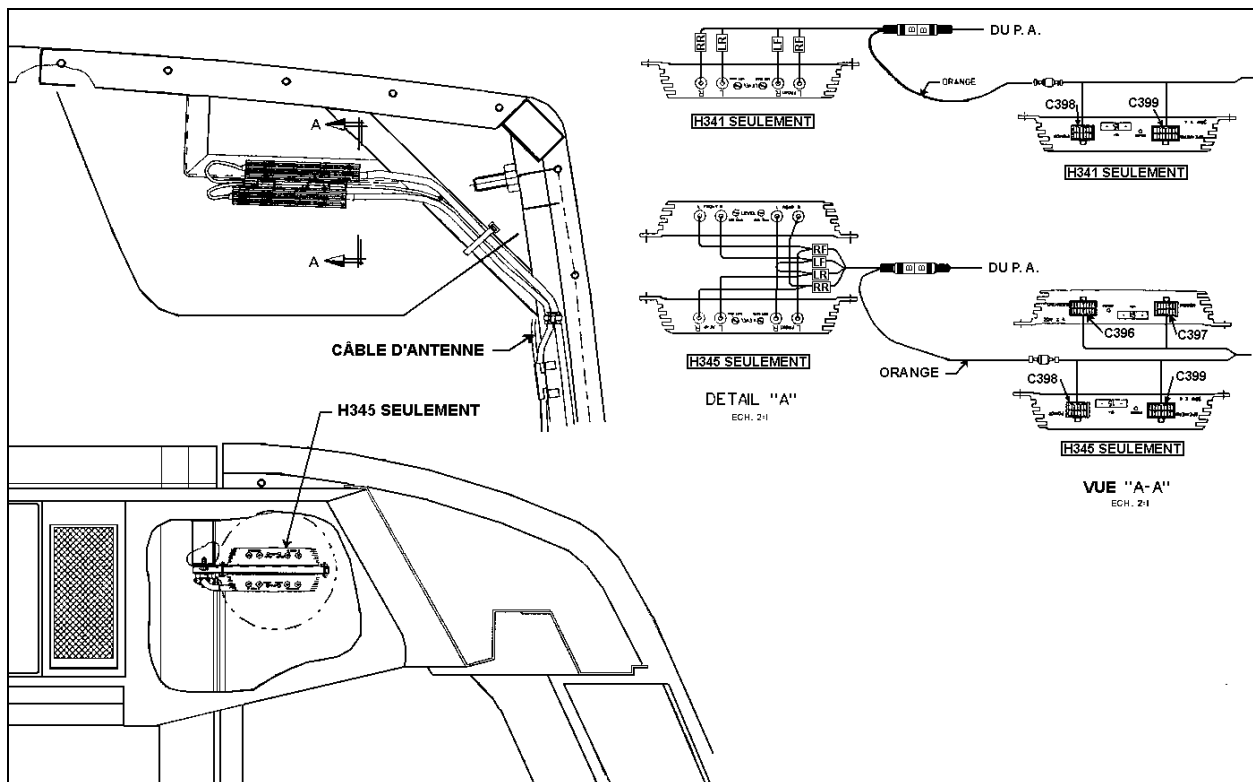

FIGURE 9
1. Enlever les capuchons et les vis fixant le panneau de la lumière du conducteur (fig.9). Dégager le panneau et le laisser pendre par les fils.